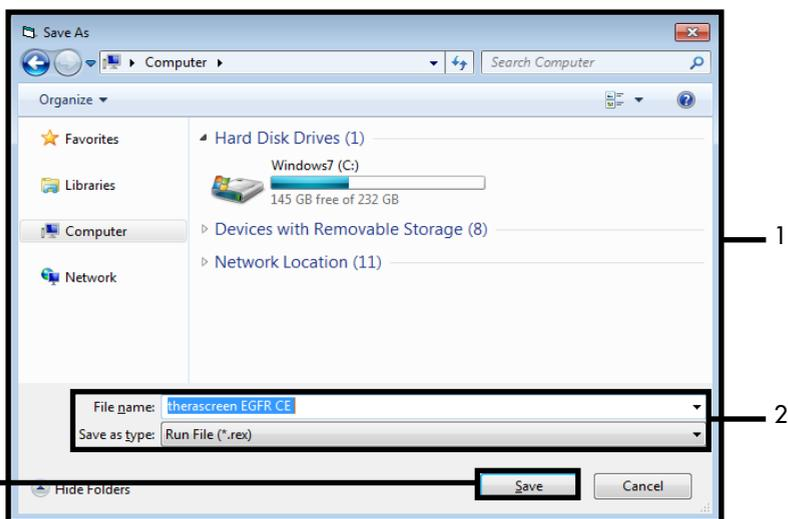

Figura 15. Ventana "Save As" (Guardar como) (1).2 = Campos "File Name" (Nombre de archivo) y "Save as type" (Guardar como tipo), 3 = "Save" (Guardar).
17. Se abre la ventana “Save As” (Guardar como). Seleccione un nombre de archivo adecuado y guarde la serie de PCR como un archivo ejecutable *.rex en la ubicación seleccionada. Haga clic en Save (Guardar) (figura 15).